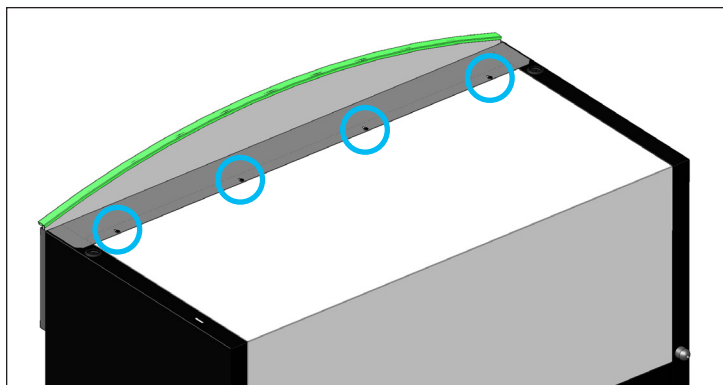

Fig. 4. Emplacements des vis de fixation de support.
4. Desserrez le matériel bloquant la fixation de support de l'ensemble du panneau de signes au haut de l'armoire. Voir fig. 4.